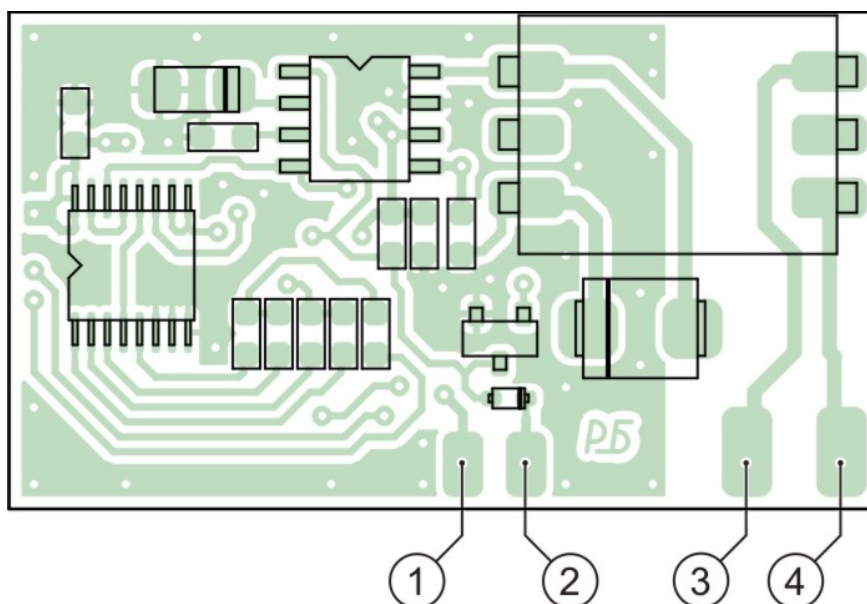

Рис. 2. Расположение контактных площадок платы Модуль US-05.
Расположение контактных площадок платы Модуль US-05 для вывода выходного сигнала и для подключения альтернативных сигналов активации трансляции сигнала, принимаемого радиостанцией, на выход платы, приведено на Рис. 2.
Альтернативный сигнала активации высокого уровня подается на плату Модуль US-05 через **Контактную площадку 1** (Рис. 2).
Альтернативный сигнала активации низкого уровня подается на плату Модуль US-05 через **Контактную площадку 2** (Рис. 2).
6. В случае необходимости припаяйте провод от источника альтернативного сигнала активации **высокого** уровня к **Контактной площадке 1** (Рис. 2) платы Модуль US-05.
7. В случае необходимости припаяйте провод от источника альтернативного сигнала активации **низкого** уровня к **Контактной площадке 2** (Рис. 2) платы Модуль US-05.
9. Припаяйте выводы кабеля к **Контактным площадкам 3 и 4** (Рис. 2) платы Модуль US-05.